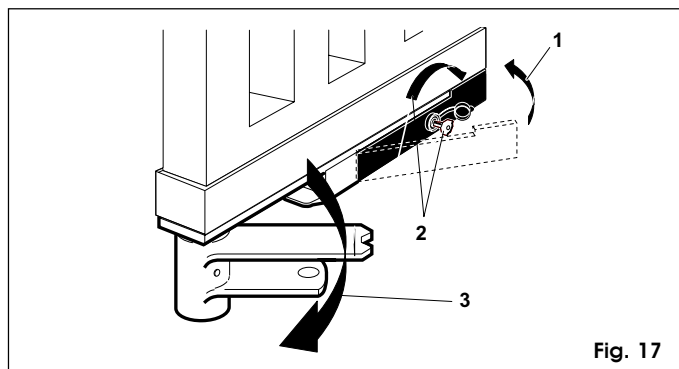

Fig. 17
- ramener la clé dans sa position de repos (fig. 17-rep. 1)
- insérer la clé de déverrouillage dans la serrure et la tourner jusqu'à l'arrêt dans la direction opposée au piliers (fig. 17-rep. 2)
- actionner manuellement le vantail jusqu'à l'engagement de la serrure sur la patte de blocage (fig. 17-rep. 3)